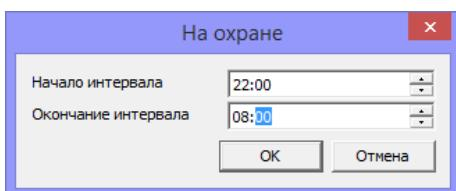

Рисунок 15.13 — Окно *На охране* (установка временного интервала охраны)
- 6) В открывшемся окне «На охране» (см. рисунок 15.13) задайте необходимый временной интервал и нажмите кнопку *OK*.